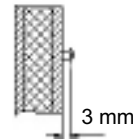

Abb. 2
1. Die vier Spanplattenschrauben gemäß den Maßen in Abb3 so in das Holz der Kabinenwand ein drehen, dass zwischen Schraubenkopf und Holz noch ca. 3 mm Platz ist. (Abb.2)